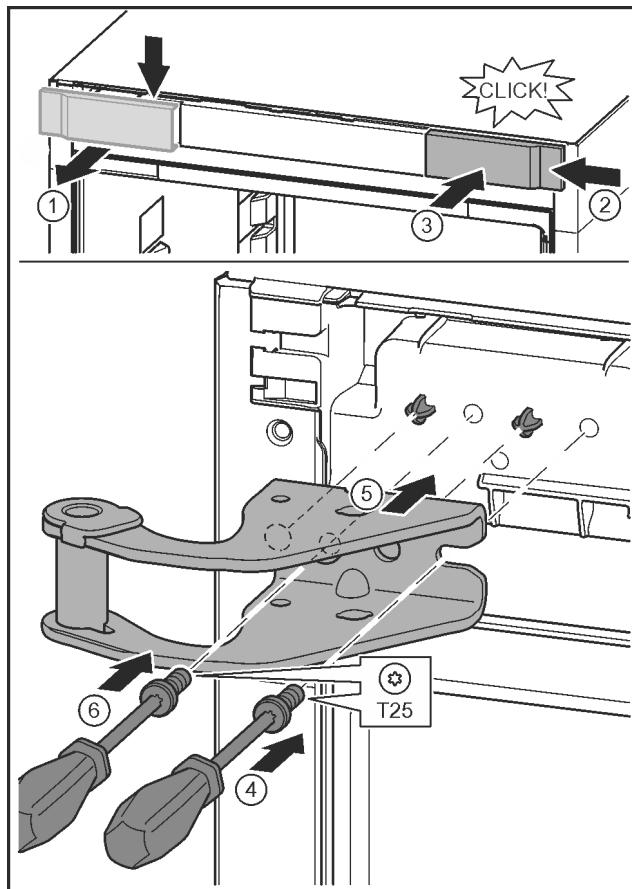

Fig. 14
- ▶ 松开盖板并从侧面取下。Fig. 14 (1)
- ▶ 将盖板旋转 180° 至另一侧从右边挂上。Fig. 14 (2)
- ▶ 插入盖板。Fig. 14 (3)
- ▶ 用 T25 螺丝刀装上螺钉。Fig. 14 (4)
- ▶ 装上方的托架。Fig. 14 (5)
- ▶ 旋紧螺钉。Fig. 14 (6)
- ▶ 用 T25 螺丝刀安装并旋紧螺钉。Fig. 14 (6)